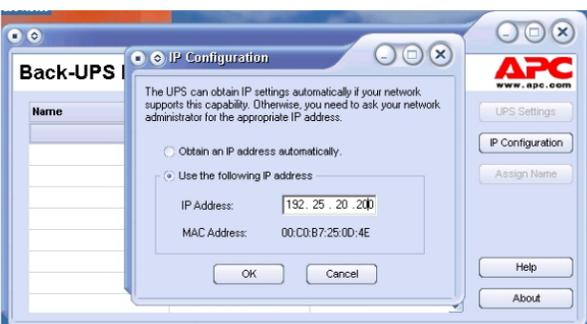
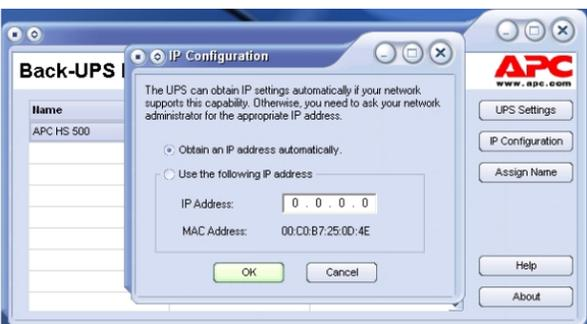

Figure 9. Fenêtre d'attribution d'une adresse IP
Figure 10. Fenêtre d'attribution d'une adresse IP vierge
9. S'il n'y a pas de service DHCP sur le réseau ou si vous voulez utiliser une adresse IP dont vous pourriez facilement vous souvenir, vous pouvez attribuer une adresse à l'onduleur manuellement en cliquant sur le bouton **IP Configuration**. L'adresse IP doit être conforme au format indiqué à la figure 9 et différente des adresses déjà attribuées. La figure 10 présente la fenêtre d'attribution d'une adresse IP, les champs de l'adresse IP y étant réglés à zéro (0).